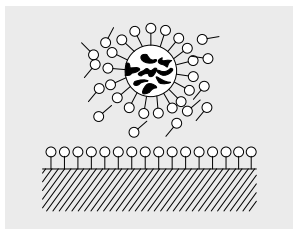

Figura 8
- La acción química separa la mugre de la ropa y deja la ropa limpia. (Figura 8)